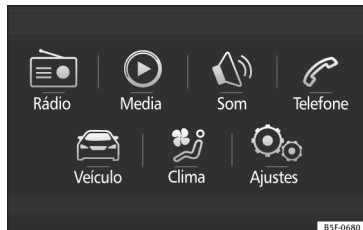

Fig. 41 Ver localização na pág. 9-10
- Pressione a tecla **MENU** do sistema e, posteriormente, o botão **CAR** » Fig. 41, ou a tecla **CAR** do sistema, para ir para o menu **CAR** » Fig. 42.